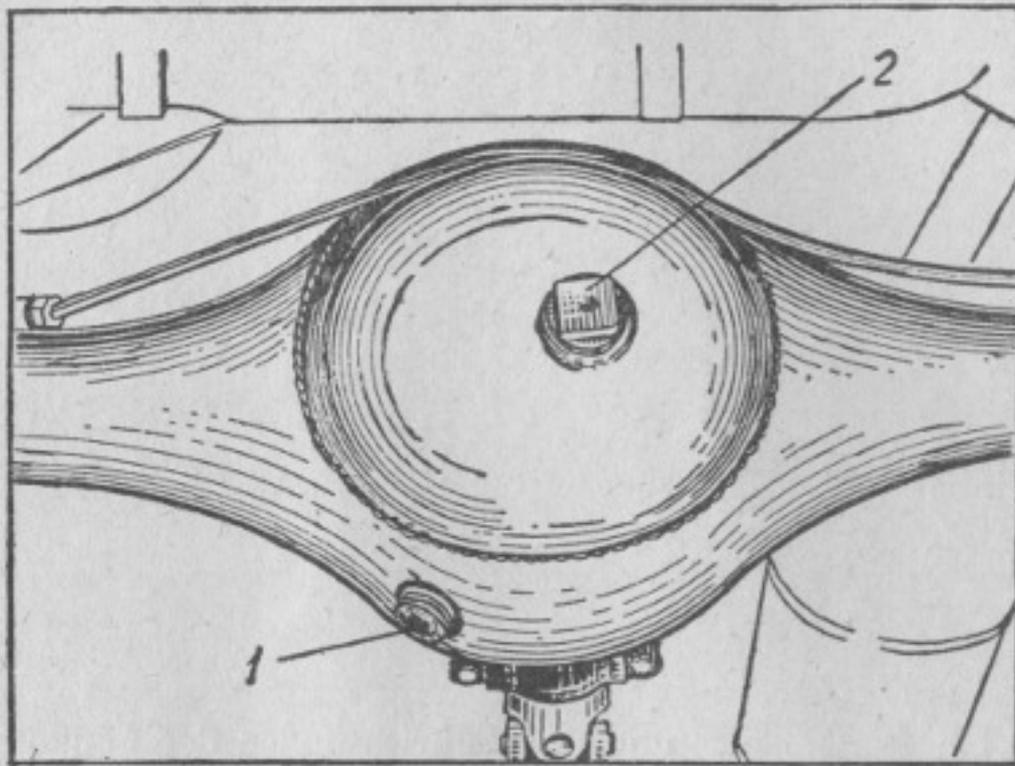

Abb. 27. Anordnung der Einfüll- und der Ablasschraube am Hinterachsgehäuse
7. Zum Einfüllen des Öls in das Hinterachsgehäuse benutze man Einfüllgeräte, wie sie oben zum Einfüllen des Wechselgetriebegehäuses empfohlen wurden. Die Anordnung der Einfüll- und der Ablasschraube des Hinterachsgehäuses ist aus Abb. 27 ersichtlich.